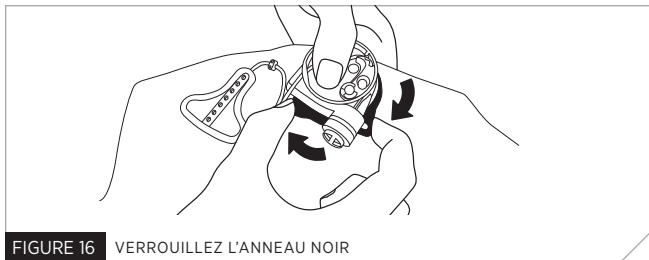

FIGURE 16 VERROUILLEZ L'ANNEAU NOIR
- 9) Tout en appuyant **FERMEMENT** le bouchon contre le corps du système de gonflage, tournez l'anneau de verrouillage **NOIR** en sens horaire jusqu'à l'arrêt complet (Fig. 16). Tirez sur le bouchon pour vous assurer qu'il est bien verrouillé sur le corps du système de gonflage.